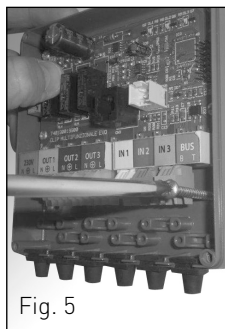

Fig. 5
- Enganchar la centralita a la pared e insertar los dos tornillos de fijación (fig. 5), antes de ajustar comprobar que toda la centralita esté perfectamente apoyada a la pared y nivelada, tanto en horizontal como en vertical. De lo contrario, realizar los ajustes necesarios usando el tornillo de fijación.